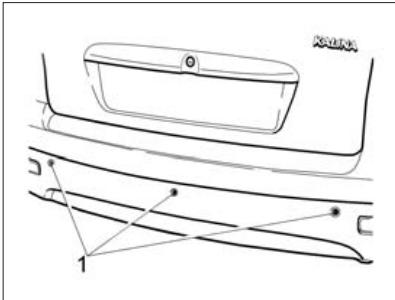

Рис. 43. Датчики парковки
**В вариантом исполнении** автомобили оснащаются системой безопасной парковки (парктроник (от англ. parktronic). Система поможет избежать досадных мелких аварий и следующих за ними материальных затрат. **Датчики парковки** (рис. 43) помогут Вам обнаружить опасное препятствие, невидимое из салона автомобиля.